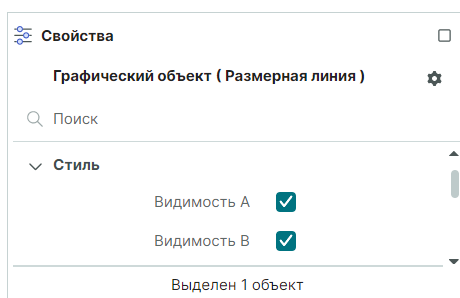

Рис. 256 Раздел «Стиль»
2. Раздел «Стиль» включает настройки видимости выносных линий с помощью установки флагов в чек-боксы, см. Рис. 256.